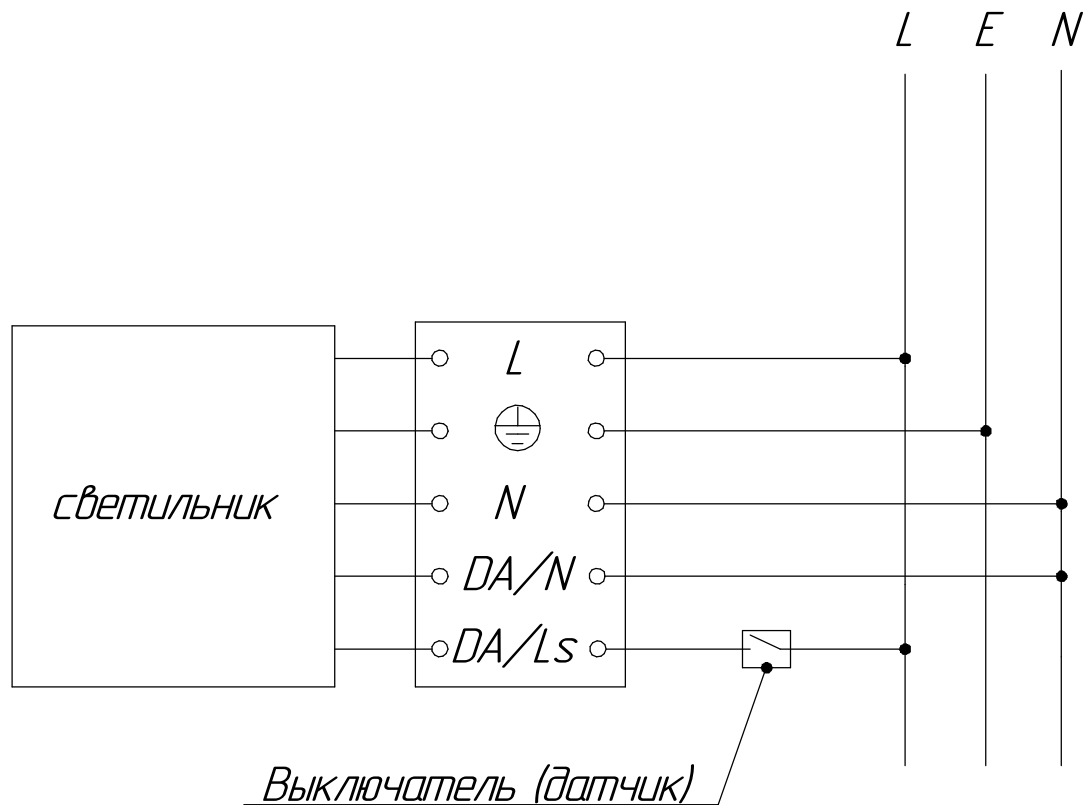

Рисунок 4 - Схема подключения светильника с дежурным режимом (с протоколом DALI) к сети
5.6 Подключение светильника с дежурным режимом производить согласно схеме (см. рисунок 4). Возможны два способа подключения: